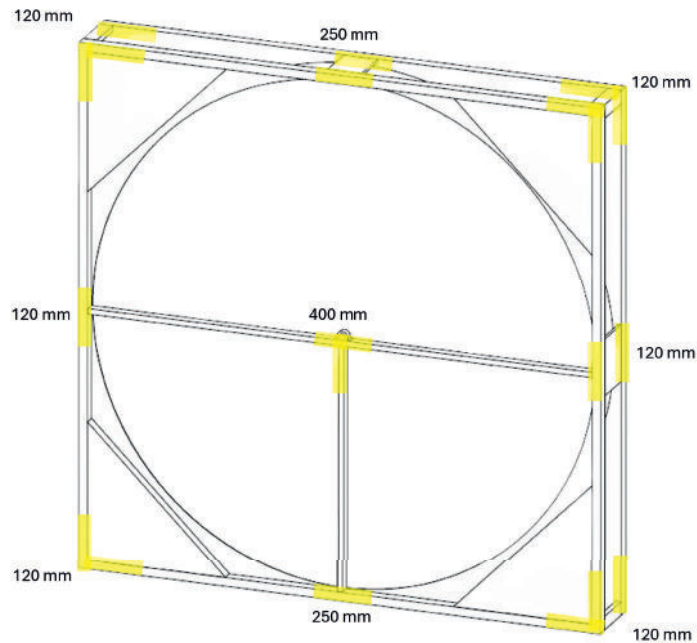

Abb. 40: Modell EQ Befestigungspunkte.
- Alle in Abbildung 40 gelb markierten Bereiche müssen an der umgebenden Struktur befestigt werden. Die Position der Anbauteile kann innerhalb der markierten Bereiche frei gewählt werden.